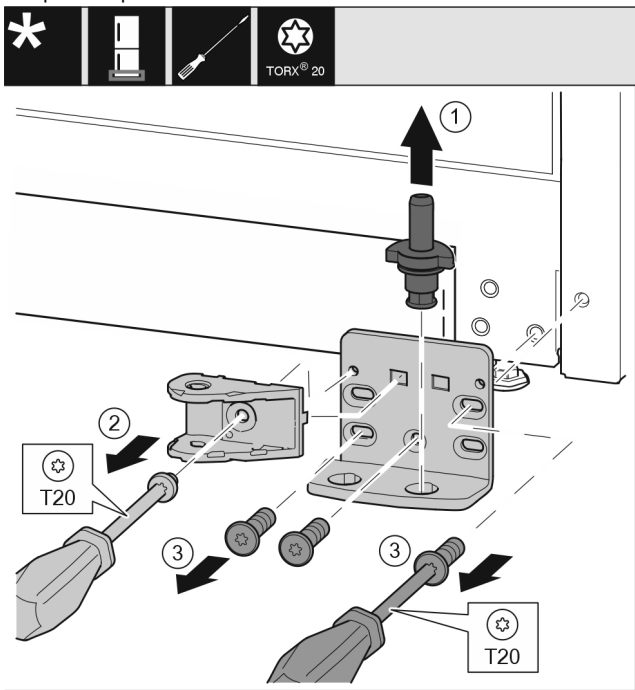

Fig. 40 *
- ▶ Опорный палец Fig. 40 (1) полностью извлеките движением вверх.*
- ▶ Открутите винт Fig. 40 (2) отверткой и снимите соединительный элемент амортизатора закрывания дверей.*
- ▶ Открутите винты Fig. 40 (3) отверткой и снимите опорный кронштейн.*